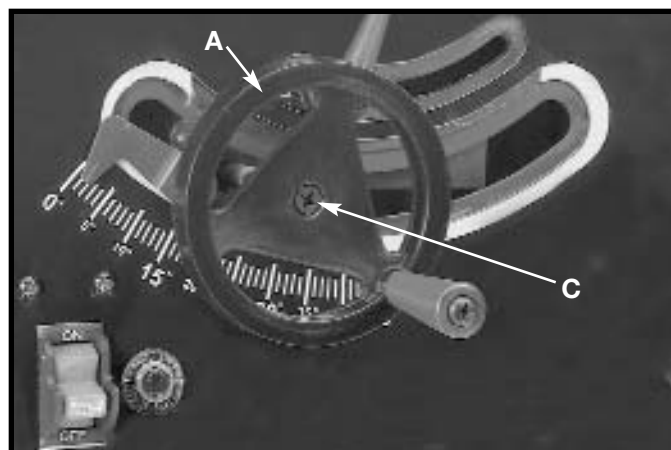

Fig. 7
3. Fixer le volant (A) fig. 7 à l'arbre avec une vis à tête plate M6x de 1x12 mm (C).